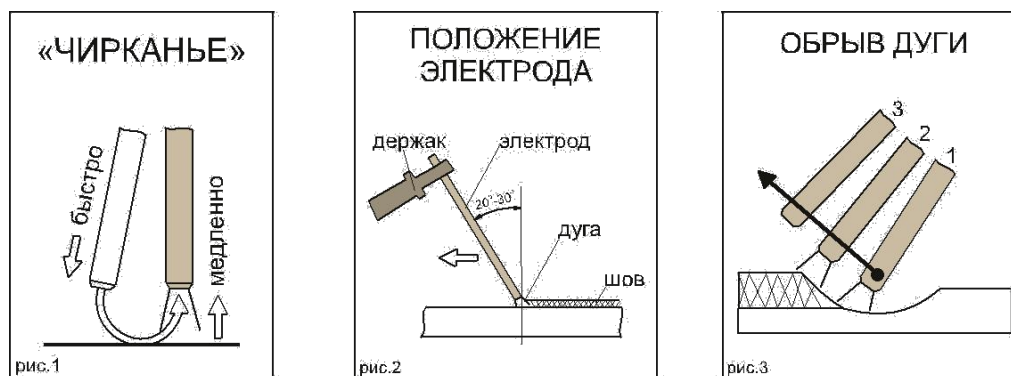

Рис. 15. Действия с электродом
3. Держа сварочную маску перед лицом, «чиркните» (рис.15 «Чирканье») электродом по поверхности свариваемой детали (как при зажигании спичкой). Данный метод наиболее продуктивный для зажигания сварочной дуги.
4. После зажигания дуги старайтесь сохранять расстояние между рабочей поверхностью (Вашей деталью) и электродом приблизительно равное диаметру самого электрода, примерно, 3 – 5 мм. Необходимо соблюдать это расстояние постоянно во время сварки. Угол наклона электрода от вертикальной оси должен быть от 20° до 30° (рис.15 «Положение электрода»).